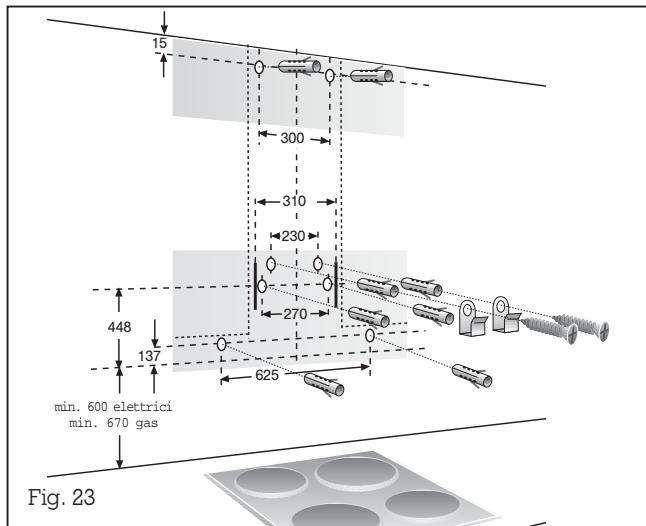

Fig. 23
- Contrassegnezate le posizioni delle viti sulla parete con l'ausilio di una sagoma come anche i contorni della zona di aggancio per facilitarne il montaggio (Fig. 23).